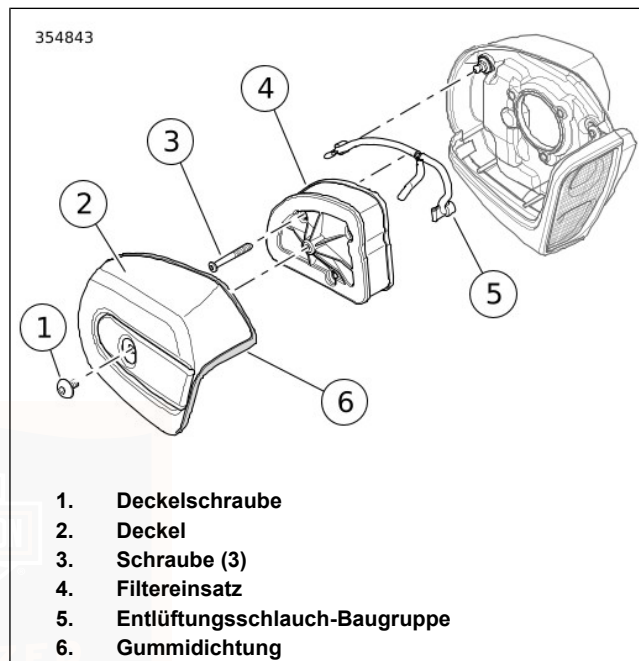

Abbildung 82. Luftfilterbaugruppe
1. Siehe Abbildung 82. Schraube (1) und Luftfilterabdeckung (2) mit Gummidichtung (6) entfernen.
2. Die drei Schrauben (3) entfernen.
3. Filtereinsatz (4) entfernen, dabei den Entlüftungsschlauch aus dem Loch auf der Innenseite ziehen.
4. Entlüftungsschlauch (5) von den Entlüftungsschrauben entfernen.
1. Siehe Abbildung 82. Den Entlüftungsschlauch (5) auf den Entlüftungsschrauben anbringen.
2. Den Filtereinsatz (4) anbringen und dabei den Entlüftungsschlauch in den Filtereinsatz einführen.
3. Die Schrauben (3) anbringen. Die Schrauben auf folgendes Drehmoment anziehen: 4,5–6,8 N·m (40–60 in-lbs).
4. Überprüfen, ob die Gummidichtung (6) nicht beschädigt ist und richtig am Umfang der Luftfilterabdeckung aufliegt.
5. Die Luftfilterabdeckung auf der Grundplatte anbringen. Einen Tropfen LOCTITE 243 MEDIUM STRENGTH THREADLOCKER AND SEALANT (blue) auf die Gewinde jeder Schraube (1) auftragen. Schraube einsetzen. Auf folgendes Drehmoment anziehen: 4,1–6,8 N·m (36–60 in-lbs).